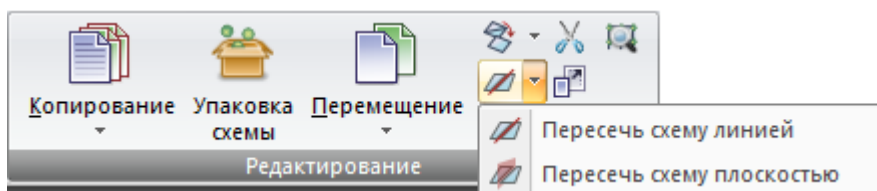

Рис. 30. Раскрывающийся список **Пересечь схему линиями или плоскостью**
**Пересечь схему линиями или плоскостью** (рис.30) – раскрывающийся список, содержащий операции предназначено для рассечения схемы линиями или плоскостью: